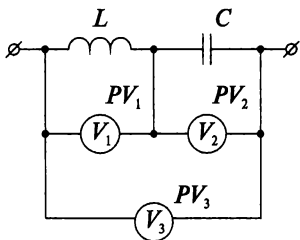

Рис. 9.13
17. Дана неразветвленная LC -цепь (рис. 9.13). Определите показания вольтметра PV_3 , если вольтметр показывает $PV_1 = 400$ В, а вольтметр $PV_2 = 300$ В.